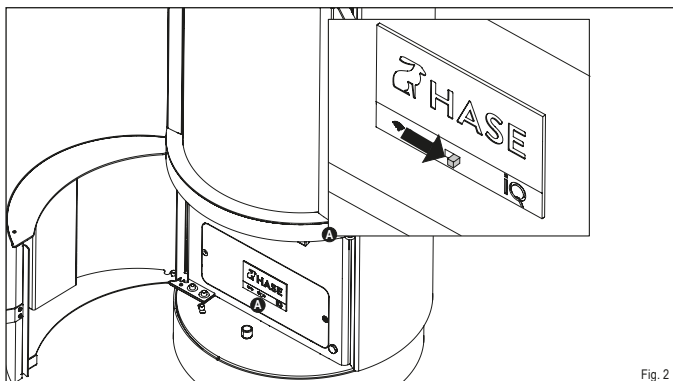

Fig. 2
- ▶ Placez l'interrupteur du panneau de commande sur « Marche » (Fig. 2). Lorsque le voyant de fonctionnement est bleu, la régulation est prête à être utilisée.